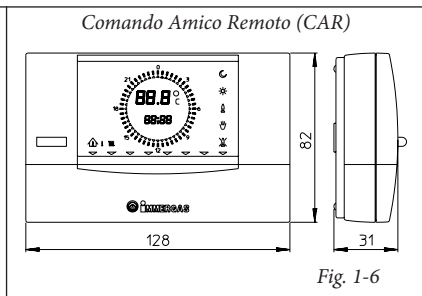
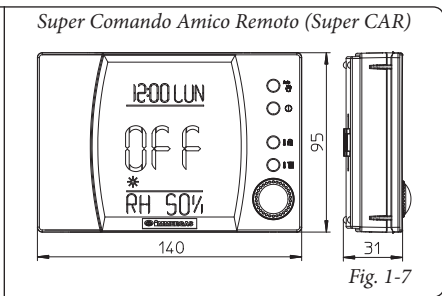

Fig. 1-6
Fig. 1-7
- Sono disponibili 2 tipologie di comandi remoti: Comando Amico Remoto (CAR) (Fig. 1-6) e Super Comando Amico Remoto (Super CAR) (Fig. 1-7) entrambi con funzionamento di cronotermostati climatici. I pannelli dei cronotermostati consentono all'utente, oltre alle funzioni illustrate al punto precedente, di avere sotto controllo e soprattutto a portata di mano, tutte le informazioni importanti relative al funzionamento dell'apparecchio e dell'impianto termico con la opportunità di intervenire co-